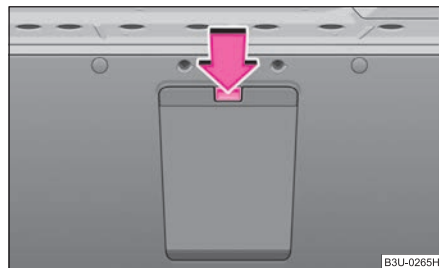

Fig. 72 Bagagliaio:
- Nel bagagliaio premere il tasto di sbloccaggio del coperchio della sacca ⇒ fig. 72 e aprirlo ruotandolo verso il basso.